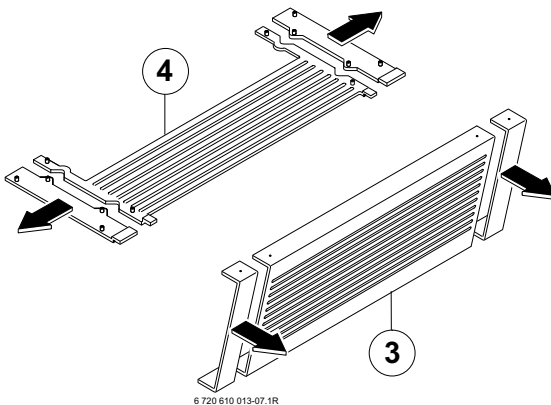

Bild 6
- ▶ Vorderwand (3) und Bodenteil (4) an der Perforation vorsichtig abbrechen und entgraten (siehe Bild 6)